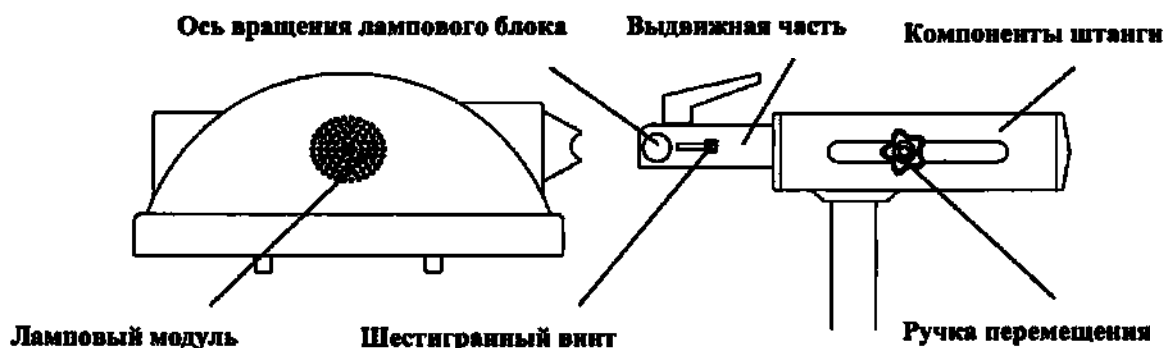

Рисунок 6
2. Освободите ручку перемещения (см. рисунок 6) и переместите ламповый модуль по горизонтали в требуемое положение.